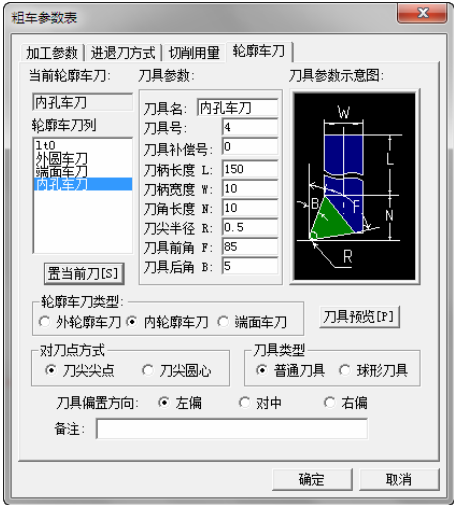

图 4-66 粗车内孔车刀参数设定
- 4) 单击“轮廓车刀”选项卡，在“轮廓车刀列”列表框中直接单击“内孔车刀”，使它变为蓝色，然后单击“置当前刀”按钮，即调出刀具库中设置的内孔车刀。具体参数设置如图 4-66 所示。